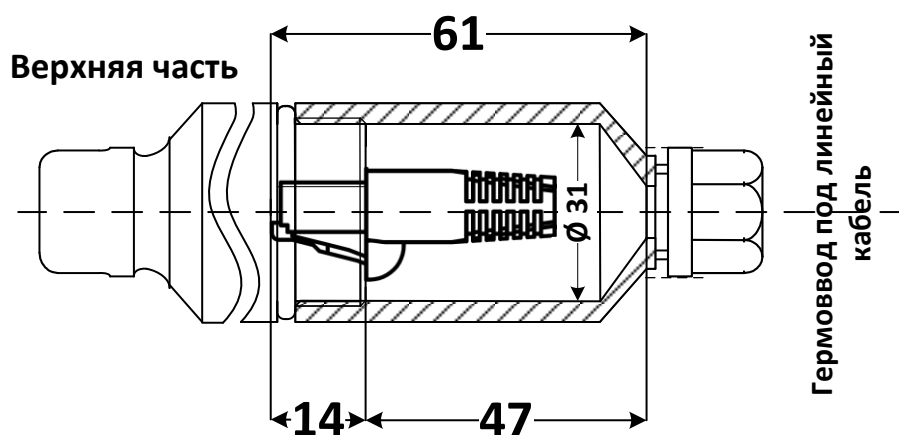

Рисунок 1. Пространство под вилку RJ-45 (8P8C) в нижней части УЗ серии OD
- линейный кабель завести в нижнюю часть устройства защиты через гермоввод (см. рис. 1);